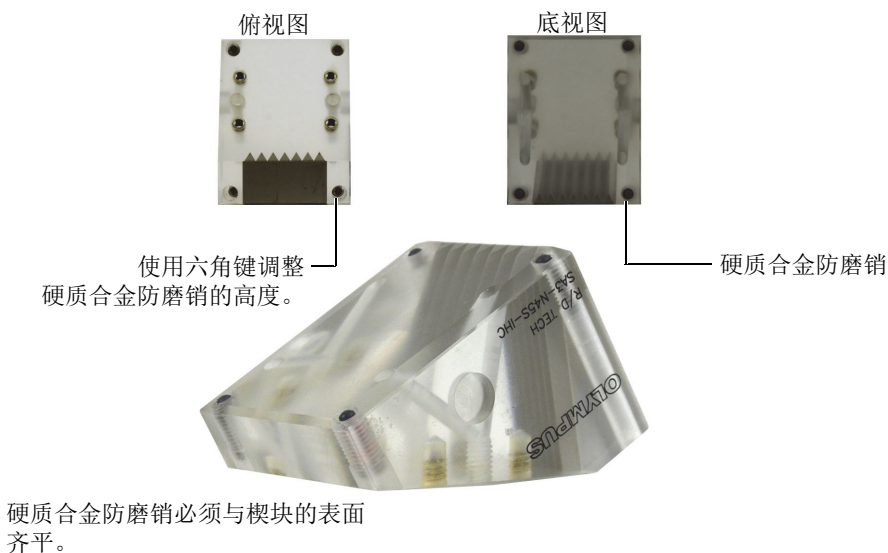

图 2-30 调整楔块的硬质合金防磨销
楔块的设计目的是承载超声探头或相控阵探头，以确保超声波的扩散范围足够大，可以覆盖到整个被测表面，而且还可以确保耦合剂的正确流向。为了减少楔块的磨损，可将硬质合金防磨销插入到楔块接触面的每个角中（参见第64页的图 2-30）。
- ◆ 使用六角键调整每个已经装好的楔块中的硬质合金防磨销的高度。确保每个防磨销的顶部与楔块的表面齐平（参见第64页的图 2-30）。
所有硬质合金耐磨销都应 与楔块表面齐平（参见第64页的图 2-30）。